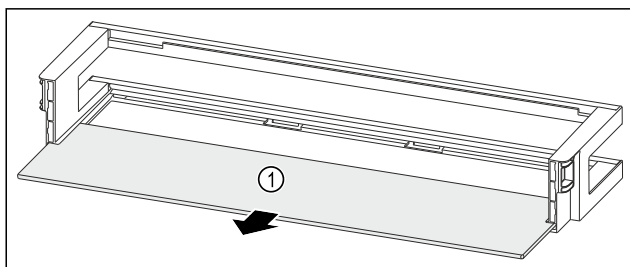

Fig. 84 Türabsteller mit Abstellfläche
- Abstellfläche Fig. 84 (1) entnehmen.